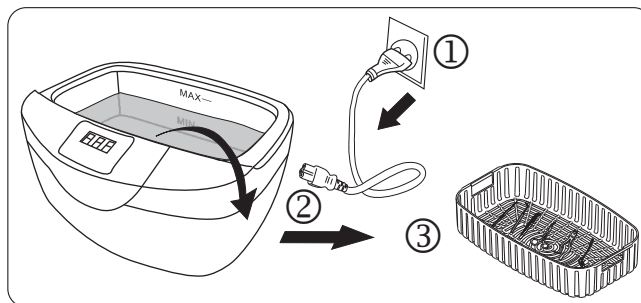

Fig.16
- 8▶ Ao término do ciclo o display exibirá 000 e o processo de cavitação terminará automaticamente. Desconecte o equipamento da tomada e abra a tampa (Fig. 16).